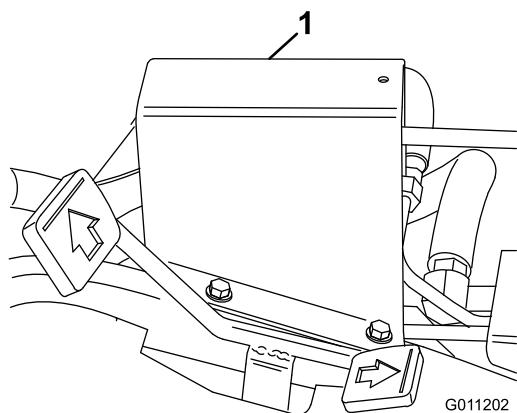

図 41
1. スプールNo. 1, No. 2, No. 3 をニュートラル位置（行程の中央）に置き、フット・パネルからトランスファ・ロッド・ガードを取る（図 41）。